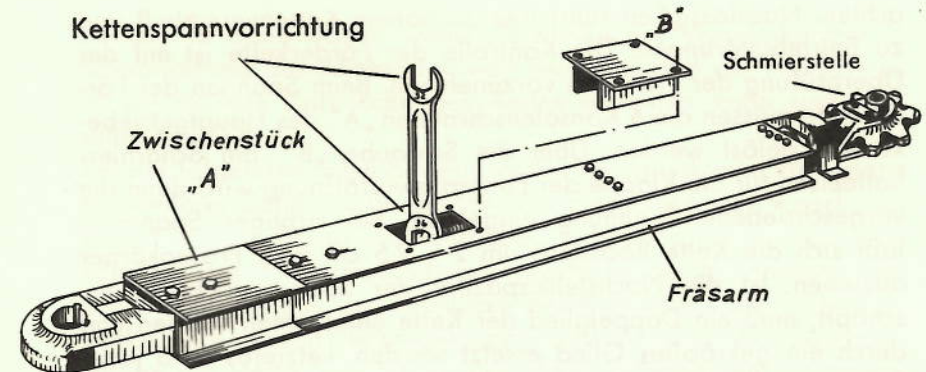

Abb. 11
- a) Deckplatte „B“ (Abb. 11) zur Kettenspanneinrichtung vom Fräsarm lösen.